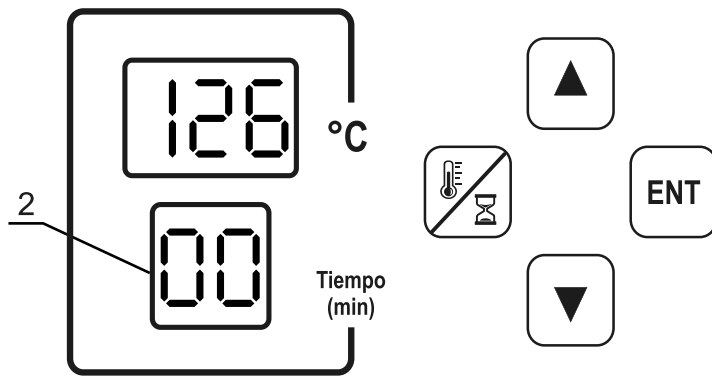

Figura 10.
Cuando el tiempo del autoclave llegue a 0 minutos en la pantalla (2), sonará una alarma indicando el fin de la esterilización. Abra la válvula de escape con guantes térmicos para liberar la presión interna del autoclave (Figura 10).